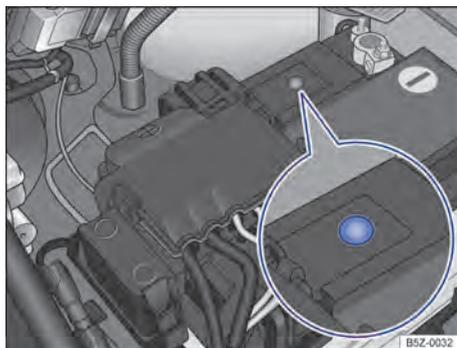

Fig. 194 No compartimento do motor: exemplo de posição do visor no lado superior da bateria do veículo.
- O visor redondo → Fig. 194 na parte superior da bateria do veículo muda de cor conforme o nível do eletrólito.